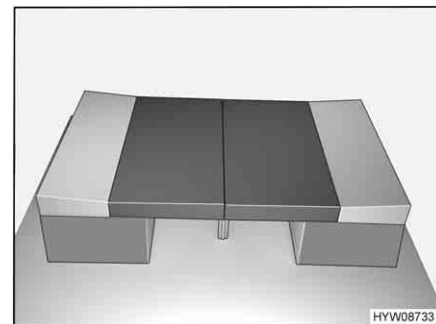

Fig. 95 Après la transformation
- Placer les coussins de dossier entre les coussins d'assise et la paroi (voir Fig. 95).